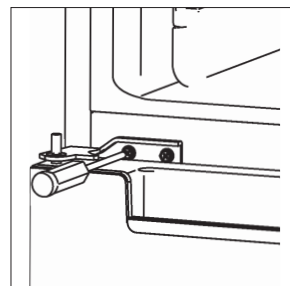

Rys. 13
- ▶ Za pomocą płaskiego klucza o rozmiarze 10 usuń trzpień dolnego zawiasu (rys. 13) i wkręć trzpień po przeciwnej stronie.